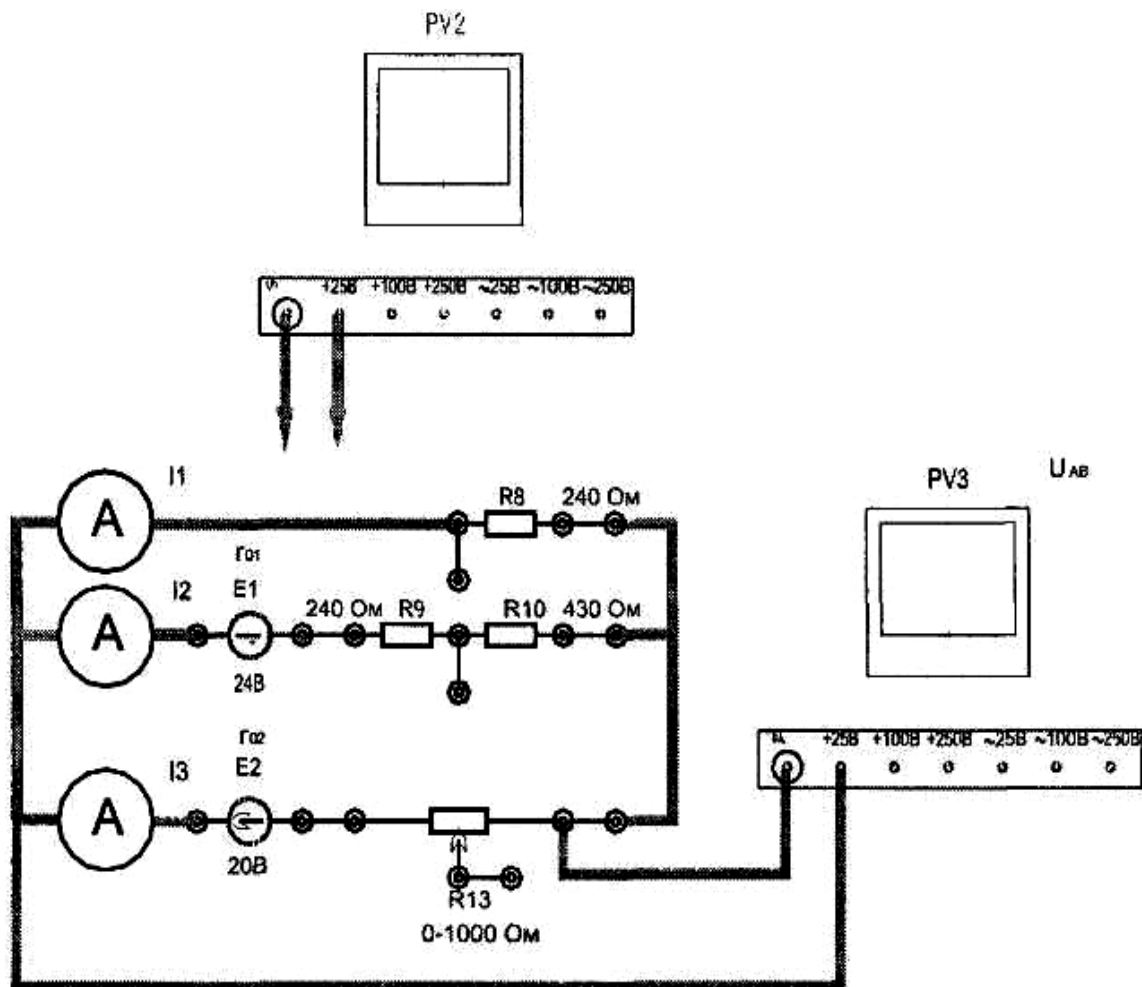

Рис. 9.
9.3.3. Собрать и изучить схему электрической цепи (рис. 9.).